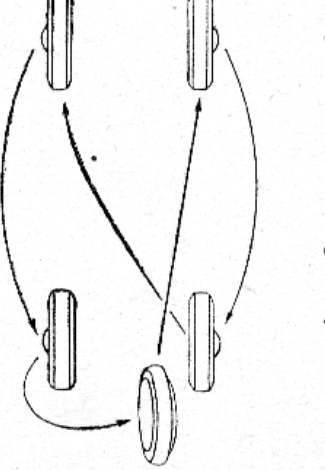

Рис. 85. Последовательность перестановки шин.
**Через каждые 3000 км** производите перестановку шин в порядке, указанном на рис. 85. Запасная шина участвует в перестановке, если износа ее не стигается от износа остальных.